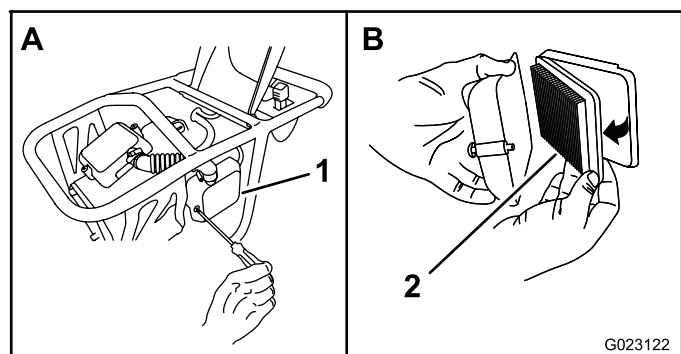

Figure 15
2. Déposez le filtre à air du boîtier comme montré à la Figure 15.